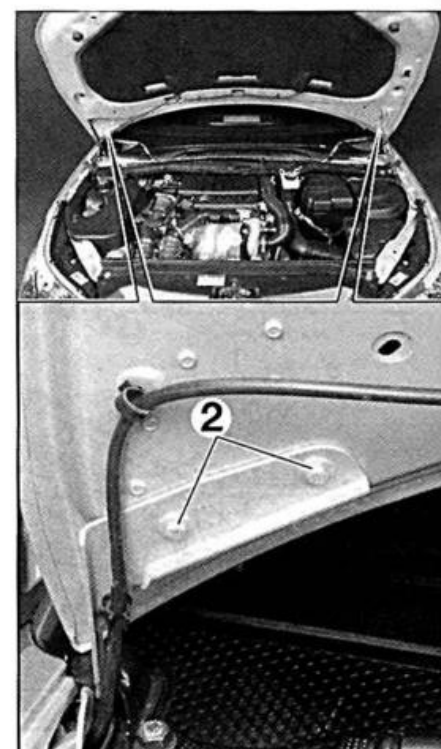

FIG. 20
- Desmontar los tornillos de fijaciones (2) (fig. 20) en ambos lados.